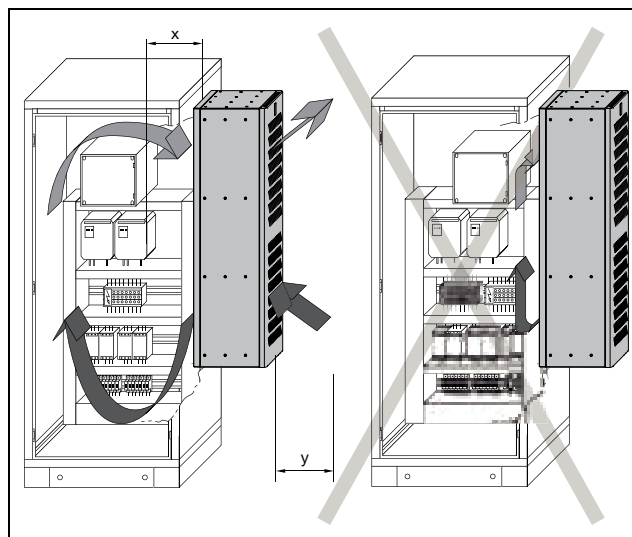

Fig. 6: Circulação de ar dentro do armário
- O local onde o armário e, conseqüentemente, o condicionador de ar será posicionado deve assegurar uma boa ventilação (a distância entre os condicionadores de ar deve ser de, no mínimo, 200 mm; a distância da parede corresponde à medida «y», que pode ser verificada na fig. 6 e na tab. 2).
- Mantenha uma distância «x» (fig. 6) dos componentes eletrônicos e de outros equipamentos instalados no armário para que a corrente necessária do ar não seja obstruída e dificultada.